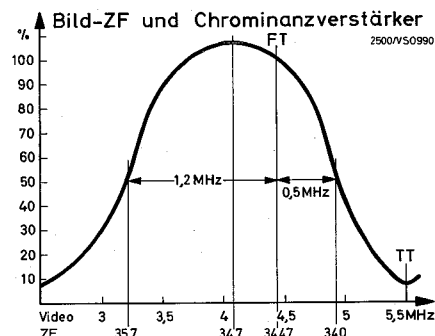

Abb. 52
Als Eichmarke dient 4,43 MHz aus dem Referenzoszillator. (Einkoppeln über Isolierung eines Kabels am Meßpunkt ③). Die Durchlaßkurve soll Abb. 52 entsprechen.